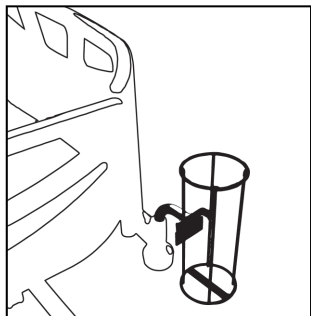
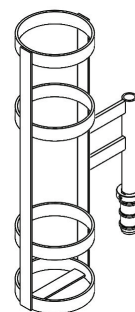

Figura 27 – Montarea suportului pentru butelia cu oxigen (MM006)
Figura 28 – Montarea suportului pentru butelia cu oxigen (MM061/MM062/MM063)
1. Introduceți suportul pentru butelia cu oxigen într-unul din cele două manșoane auxiliare de lângă capătul pentru cap (Figura 27, Figura 28).